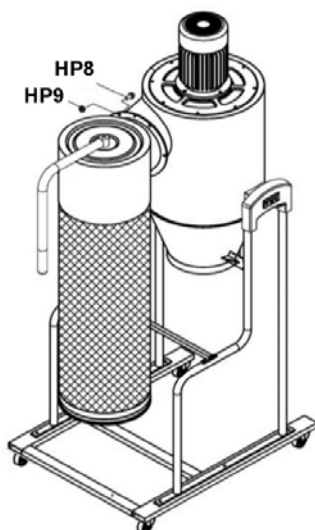

Abbildung 9
10. Die Dichtung (X) zwischen Topffilter und Gehäuse einpassen. Den Topffilter auf dem Hauptgehäuse anbringen und die Flanschkopfschrauben (HP9) und die Muttern (HP10) festziehen. Siehe Abbildung 9.